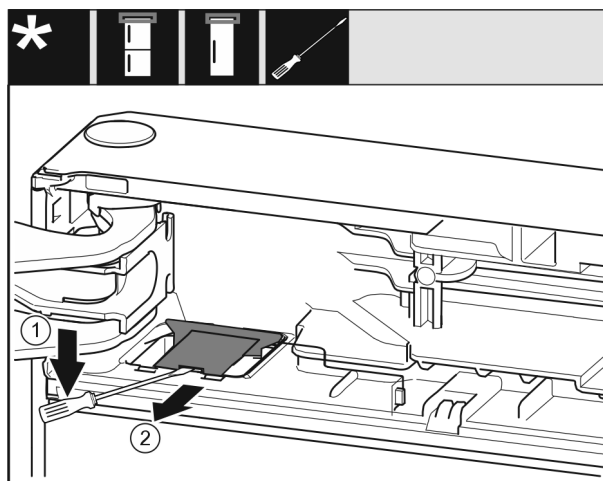

Fig. 14
- Atbrīvojiet pārsegu Fig. 14 (1) ar plakano skrūvgriezi.
- Izņemiet pārsegu Fig. 14 (2).